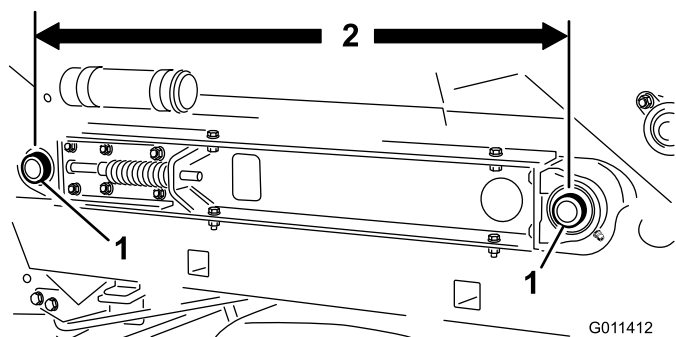

Figure 27
3. Vérifiez que l'entraxe est égal (environ 89,5 cm) entre les axes de galets de la bande transporteuse (Figure 27), de chaque côté de la machine.